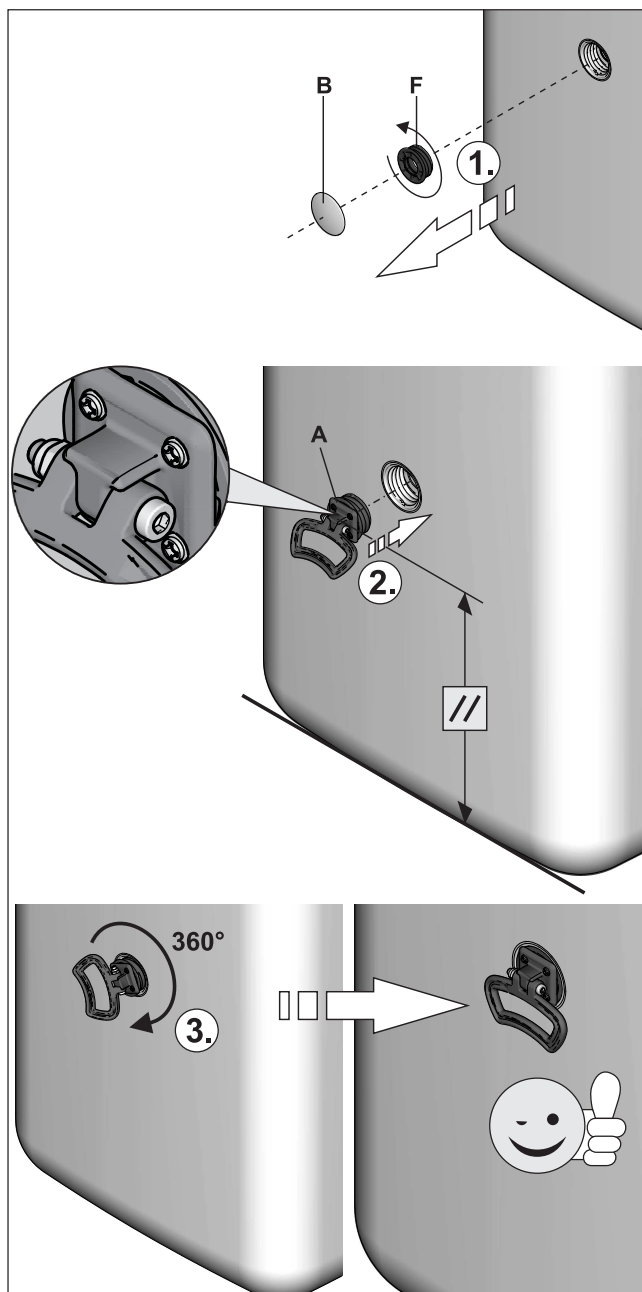

Fig. 4-6 Montar as pegas
- 2 Retirar as tampas (Fig. 4-6, pos. B) do depósito do acumulador e desenroscar os elementos roscados (Fig. 4-6, pos. F) das aberturas nas quais as peças devem ser montadas.
- 3 Enroscar as pegas (Fig. 4-6, pos. A) nas aberturas roscadas que ficaram livres.